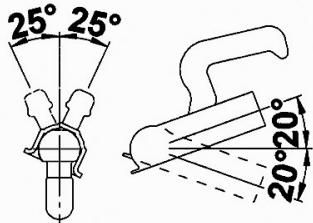

Bild 1
- Schwenkbereich von vertikal ±25° und horizontal ±20° einhalten (Bild 1). Bei Überschreitung werden die Bauteile überlastet. Die Funktion ist nicht mehr sichergestellt!